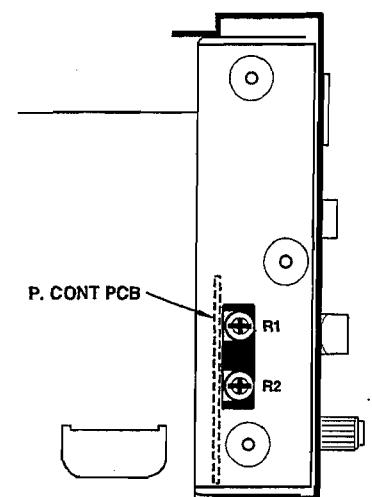

Fig. 2-9
5. Play back the middle section of the test tape, then adjust trimmer resistor R1 (Fig. 2-9) on the P.CONT PCB so that the frequency counter reads 3000 ± 5 Hz.
7. Play back the middle section of the test tape, then adjust trimmer resistor R2 (Fig. 2-9) on the P.CONT PCB so that the frequency counter reads 3000 ± 5 Hz.
5. テスト・テープの中間部を再生し、周波数カウンタの値が 3000 ± 5 Hzになるように P.CONT PCBの半固定抵抗 R1(図2-9)を調整する。
7. テスト・テープの中間部を再生し、周波数カウンタの値が 3000 ± 5 Hzになるように P.CONT PCBの半固定抵抗 R2(図2-9)を調整する。